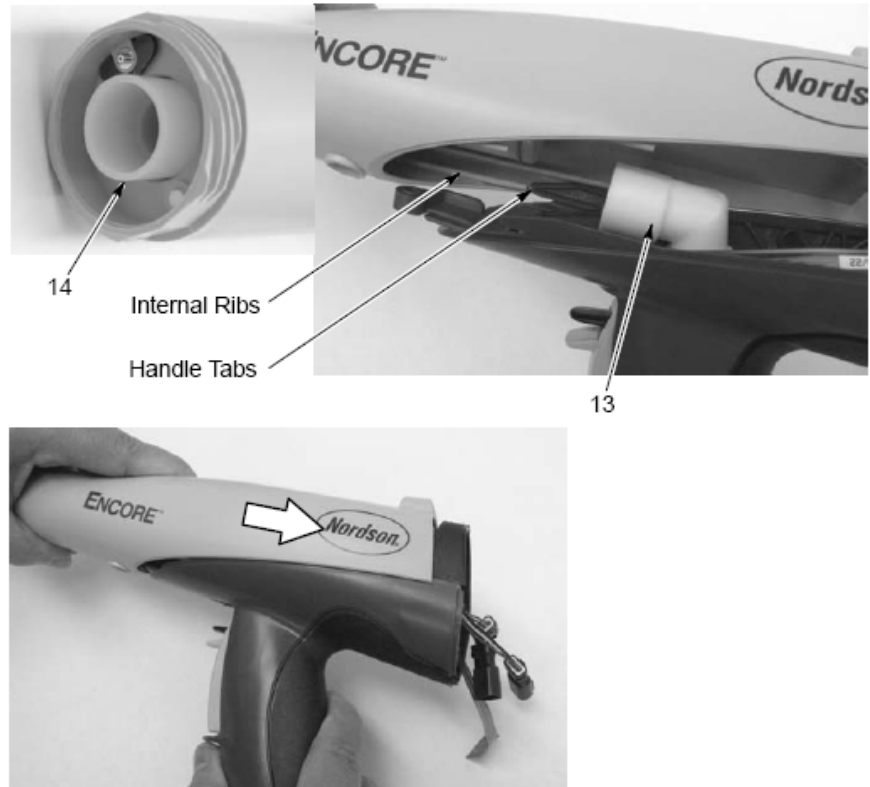

图 5-14 粉末出口管安装
17. 如图 5-14 所示。插入带 O 形环的出口管 (14)，穿过枪身前侧，直到出口端与枪身一端齐平为止。
18. 确保将 O 形环安装于粉末入口管的槽内。将弯管 (13) 安装在入口管一端。